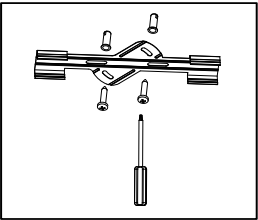

Рис. 1
- 5.11 Закрепите монтажную скобу на поверхности установки (рис. 1).